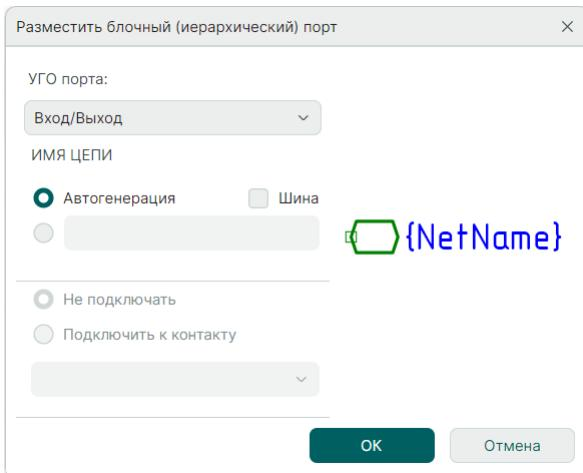

Рис. 266 Окно «Разместить блочный (иерархический) порт»
2. Установите настройки размещаемого блочного порта в окне «Разместить блочный (иерархический) порт», см. Рис. 266.